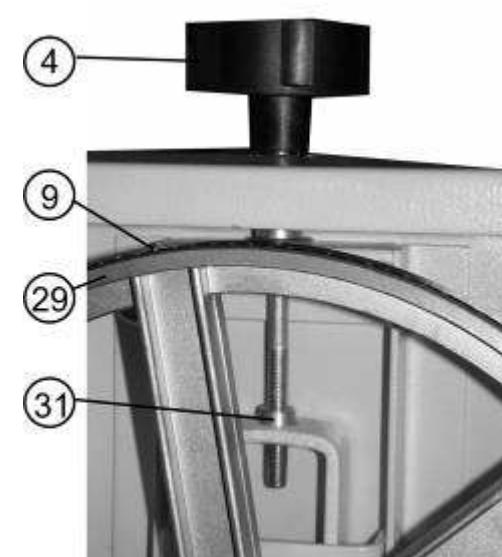

Рис.9
**11.4. Регулировка натяжения пильной ленты (Рис.9)**